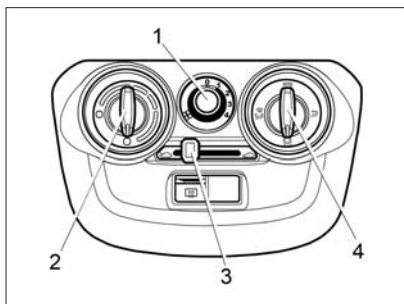
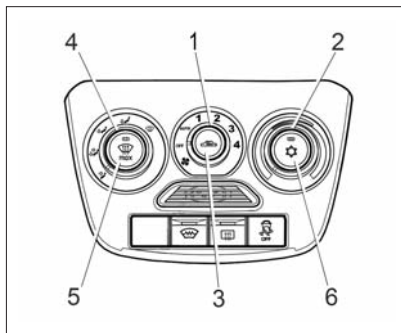

Рис. 41. Блок управления системой вентиляции и отопления
Рис. 43. Блок управления климатической системой (в вариантном исполнении)
Отопительно-вентиляционная установка автомобиля предназначена для создания в салоне комфортной температуры воздуха, значение которой регулируется блоком управления системой вентиляции и отопления (рис. 41). Однако она не может обеспечить в салоне температуру ниже, чем имеет наружный воздух.
- **рукоятку 2** (см. рис. 41) повернуть по часовой стрелке в крайнее правое положение до упора (синяя точка на блоке управления), а **в вариантном исполнении (см. рис. 43)** повернуть против часовой стрелки в крайнее левое положение синей зоны;
- **рукоятку 1** (см. рис. 41) переключателя режимов работы элект-
- **рукоятку 2** (см. рис. 41) повернуть против часовой стрелки в крайнее левое положение до упора (красная точка на блоке управления), а **в вариантном исполнении (см. рис. 43)** повернуть по часовой стрелке в крайнее правое положение красной зоны;
- **рукоятку 1** (см. рис. 41) переключателя режимов работы вентилятора поставить на скорость в зависимости от степени запотевания стекол.
- **рукоятку 4** (см. рис. 41) установить в положение ;
- **рукоятку 1** (см. рис. 41) переключателя режимов работы вентилятора отопителя поставить на максимальную скорость подачи воздуха в салон.
- **рукоятку 2** (см. рис. 41) повернуть против часовой стрелки в крайнее левое положение до упора (красная точка на блоке управления), а **в вариантном исполнении (см. рис. 43)** по часовой стрелке в крайнее правое положение красной зоны;
исполнении (см. рис. 43) режим рециркуляции включается и выключается кнопкой 3.
После мойки автомобиля в холодное время года при температуре окружающего воздуха ниже 0°C рекомендуется включать вентилятор системы вентиляции и отопления салона переключателем 1 (см. рис. 41 и 43) на 3-4 скорость на время около 2-3 минут.
В вариантном исполнении автомобиль комплектуется климатической установкой (рис. 43). Кли-
Несмотря на то, что внешний вид и расположение органов управления климатической установкой отличаются от органов управления системой вентиляции и отопления (см. рис. 41), логика и алгоритмы управления, описанные выше для системы вентиляции и отопления, верны и для климатической установки. Кроме того, климатическая система позволяет обеспечивать охлаждение воздуха, подаваемого в салон автомобиля, автоматический режим поддержания заданной температуры воздуха в салоне и автоматический режим очистки ветрового стекла.
2. Включите вентилятор, установив **рукоятку 1** (рис. 43) в одно из положений «1», «2», «3», «4» или «АВТО».
4. Включите максимальную скорость вентилятора климатической установки, установив **рукоятку 1** (см. рис. 43) в положение «4».
С помощью **рукоятки 2** (см. рис. 43) можно установить желаемую температуру воздуха в салоне. Климатическая система будет автоматически поддерживать установленную температуру воздуха в салоне в пределах производительности климатической установки и установленного допуска. Для наиболее эффективной работы в автоматическом режиме поддержания заданной температуры **рукоятка 1** управления вентилятором климатической системы должна быть включена в положение «АUTO» (для автоматического управления скоростью подачи воздуха).
При повторном нажатии **кнопки 5** (см. рис. 43) с символом  автоматический режим очистки ветрового стекла выключится и климатическая система вернется в исходное состояние.